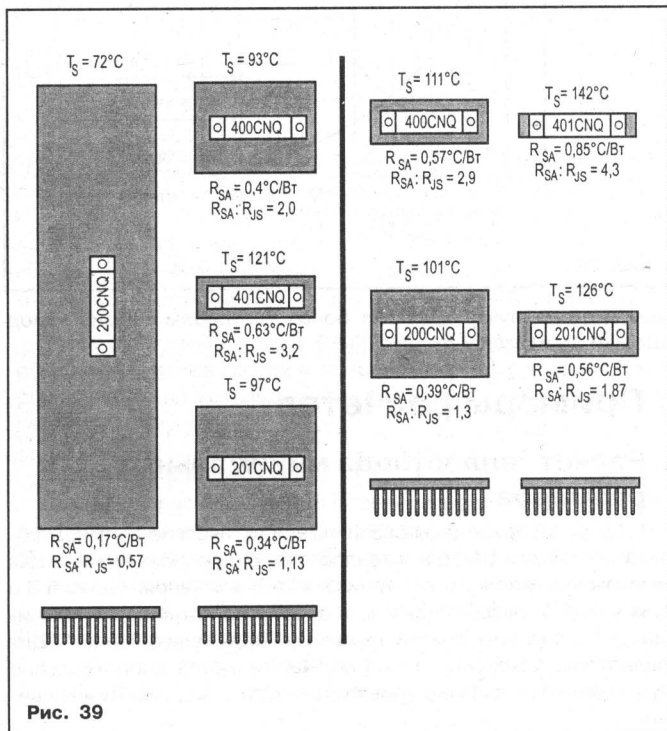
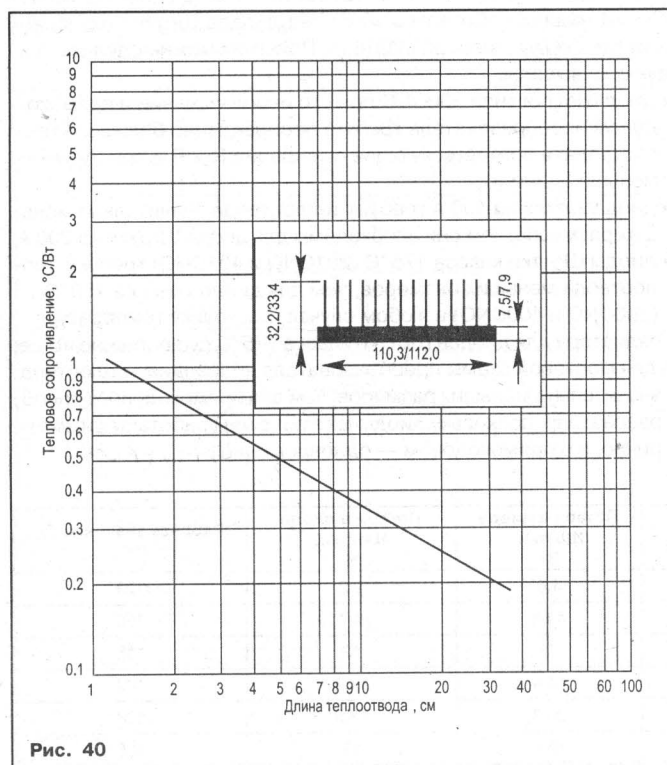

Рис. 39
Рис. 40
На рис. 39 приведены различные практические примеры сочетаний диодов Шоттки и теплоотводов, предназначенных для импульсных источников питания с выходным напряжением 5 В и током 200 А, рассчитанных для работы при отношении максимального к минимальному входному напряжению, как 3:1. Для радиатора, показанного на рис. 40, тепловое сопротивление приведено при наличии принудительного воздушного охлаждения.
1. Размеры теплоотвода для заданного типа диода Шоттки должно быть больше чем для минимального расчетного теплоотвода, представленного на рис. 39.